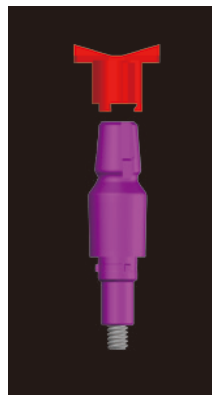
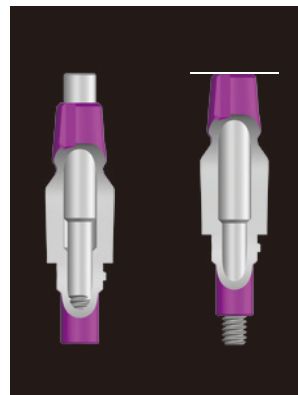

图 1: 闭合式印模杆。
图 2: 印模杆螺丝完全就位图示。
- 闭合式印模杆 (图 1) 螺丝就位拧紧时, 螺丝顶端可与印模杆顶部齐平, 可用肉眼判断是否就位 (图 2)